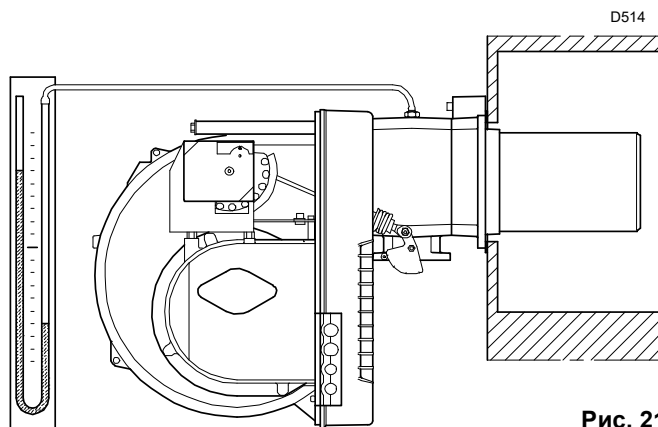

Рис. 21
- Подсоедините U-образный манометр (Рис. 21) к штуцеру для замера давления газа.
Поступление газа на патрубок определяется по U-образному манометру (Рис. 21).
Примерное значение можно получить по таблице на стр. 5, достаточно снять показания давления газа на U-образном манометре (см. Рис. 21 на стр. 23) и следовать указаниям, данным на стр. 19.